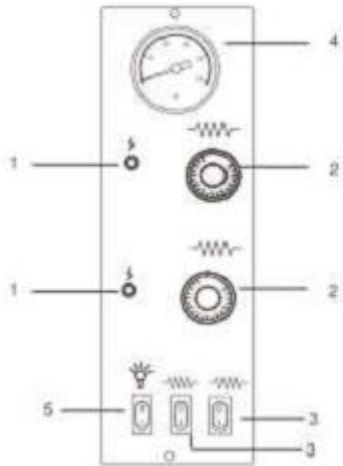
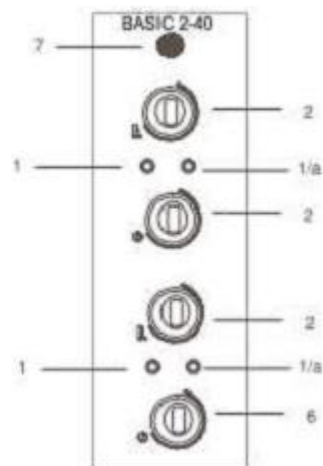

Рис.1 Панель печи
Рис.3 Панель печи
- 3) Переведите нагревательные элементы (рис.1,;2\_3) в положение “I”; для печи 2/40: нажмите основной выключатель “рис.3\_7”;
- 4) Включите ТЕНЫ, установив для термостатов (Рис.1, 2, 3 – функц.2) температуру 150°C, указанную на рукоятке настройки. Соответствующий красный свет, сигнализирующий о работе резисторов, загорится;
- 6) Отключите работающие ТЭНЫ, переведя показания термостатов (**Рис.1, 2, 3 – функц. 2**) в положение **“0”** и предупредительный свет погаснет. Для печи 2/40: нажмите основной выключатель и отключите нагревательные элементы;
- 8) Закройте дверцу и повторите операцию, как указано в пункте **4**), установив термостаты (рис.1; 2\_функц.2) на температуру **400°C**, указанную на кнопке. Для печи 2/40: установите термостаты (рис.3\_функц.2) на температуру **350°C**.
- 10) Отключите ТЭНЫ, переведя показания термостатов (**Рис.1, 2, 3 – функц. 2**) в положение **“0”**;
- 12) В печи 2/40 Вы можете регулировать температуру приготовления, установив секунды при помощи таймера (рис.3\_функц.6). После того, как время будет установлено, нагревательные элементы отключатся. Чтобы выбрать режим приготовления, переведите кнопку таймера (рис.3\_функц.6) в положение **“ON”** повернув её влево.
- 2) Переведите выключатель нагревательных элементов (рис.1, 2\_функц.3) в положение **“I”**; для печи 2/40: нажмите основной выключатель (рис.3\_функц.7)
- 3) Включите ТЭНЫ, установив для термостатов (**Рис.1, 2 – функц. 2**), необходимую температуру, указанную на рукоятке настройки. При этом загорятся соответствующие светодиоды, подтверждающие, что ТЭНЫ действительно работают;
- 4) После того, как печь нагреется до необходимой температуры (см. пункт 9 настоящего параграфа), показания которой выводится на термометр (**Рис.1 – функц. 4**), можно поставить пиццу в печь для выпекания.
- 6) Для освещения внутренней части камеры выпечки нажмите на выключатель лампочки печи (**Рис.1-функц.5**).
- 1) Выключите печь, переведя выключатель тэнов печи (Рис.1,2 – функц. 3) в положение “0” и кнопки, которые регулируют термостаты (Рис.1,2 – функц. 3). Для печи 2/40: нажмите основной выключатель и отключите нагревательные элементы.